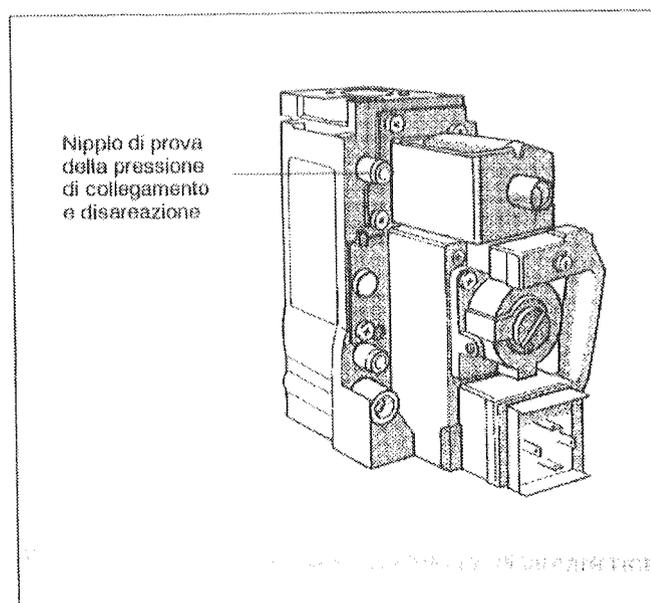
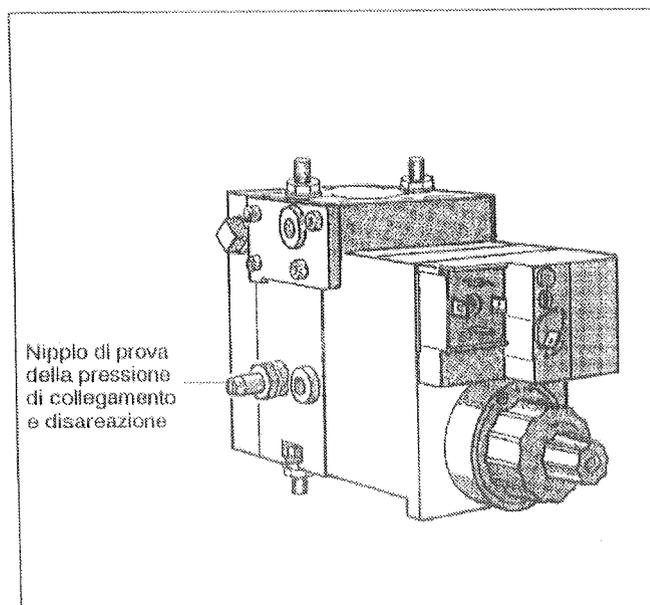

Fig. 22: Apparecchiatura del bruciatore a gas Honeywell VR 4601
Fig. 23: Armatura bruciatore a gas DUNGS MBDE
- Disareare la tubazione d'adduzione del gas: Allentare di due giri la vite di chiusura del nipplo di prova della pressione di collegamento e di disareazione della valvola gas del bruciatore (Fig. 22 e Fig. 23). Quando non esce più aria, richiudere la vite di chiusura del nipplo di prova.